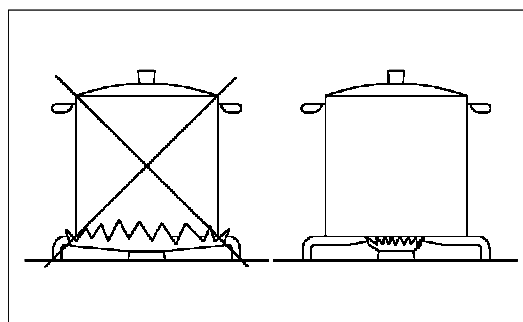

FIG. 9
- Utilisez des casseroles à la bonne taille pour chaque brûleur. (Voir le tableau suivant et la Fig. 9.)